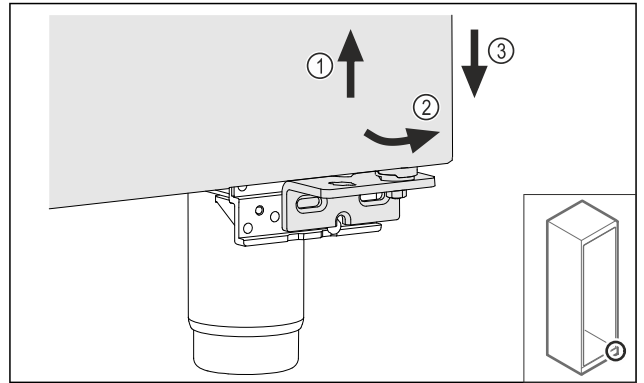

Fig. 26
- ▶ Løft døren litt Fig. 26 (1), vipp den fremover på den nedre delen Fig. 26 (2) og senk den ned Fig. 26 (3).